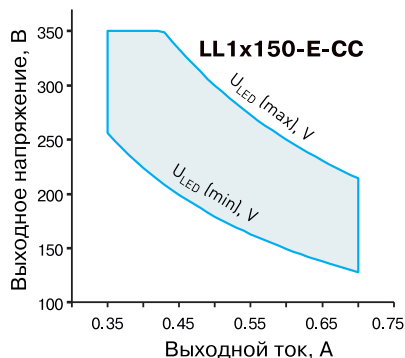
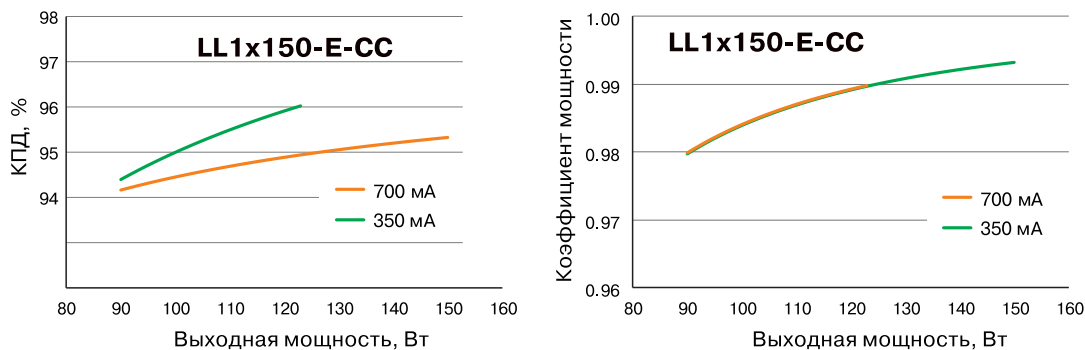

Рис. 3. Вольтамперная нагрузочная характеристика LED-драйвера LL1x150-E-CC
Рис. 4. Графики зависимости КПД и коэффициента мощности драйвера LL1x150-E-CC от уровня выходной мощности
Вольтамперная нагрузочная характеристика приведена на рис. 3 (область наибольшей эффективности выделена голубым цветом). Графики зависимости КПД и коэффициента мощности от уровня выходной мощности – на рис. 4 [2]. Драйверы обеспечивают номинальный выходной ток от 350 до 700 мА. В драйверах содержится встроенный активный корректор коэффициента мощности (PF). При нагрузке 100% коэффициент $PF \geq 0.98$, КПД – до 96%.